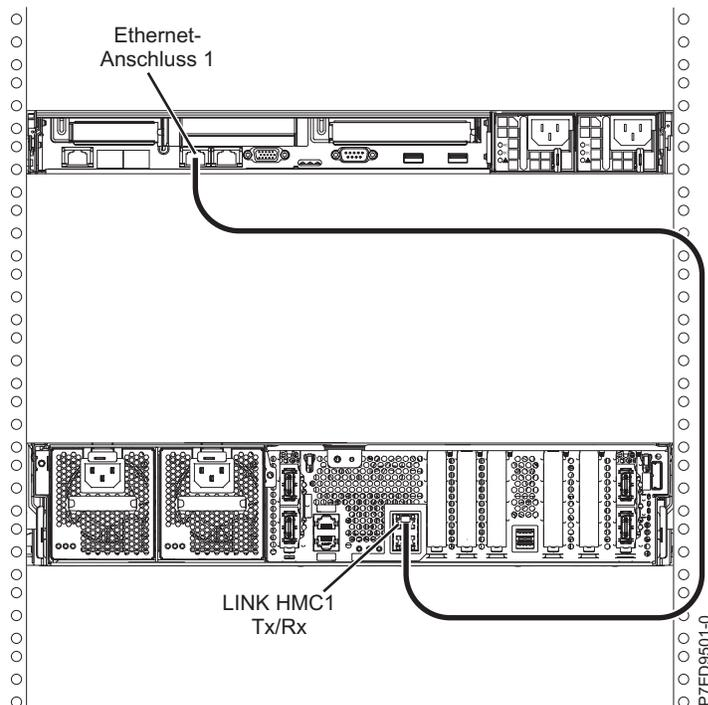

Abbildung 10. HMC an das verwaltete System anschließen
1. Wenn Sie die HMC direkt an das verwaltete System anschließen möchten, schließen Sie **Ethernet-Anschluss 1** auf der HMC an den Anschluss **LINK HMC1** des verwalteten Systems an (siehe Abb. 10).